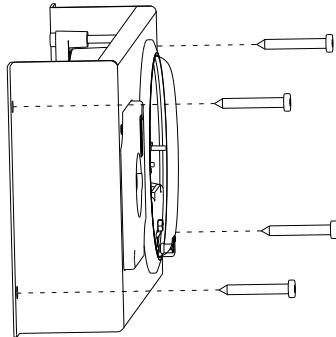

图 1
- 1.安装方式：如图 1，用配件包中 4 颗长螺丝通过产品上的 4 个安装螺丝孔将产品固定在需要安装的平面上。